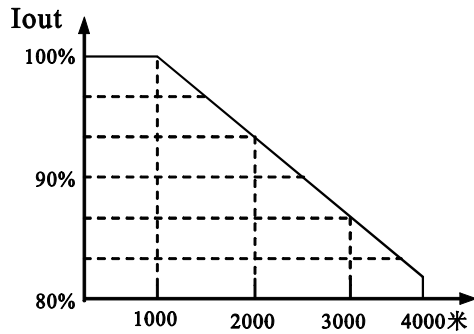

图8-1 变频器降额曲线图
- 在海拔高度超过1000米的地区，由于空气稀薄，变频器的散热效果会变差，此时需降额使用。一般每升高1000m需降额10%左右。降额曲线参见图8-1。